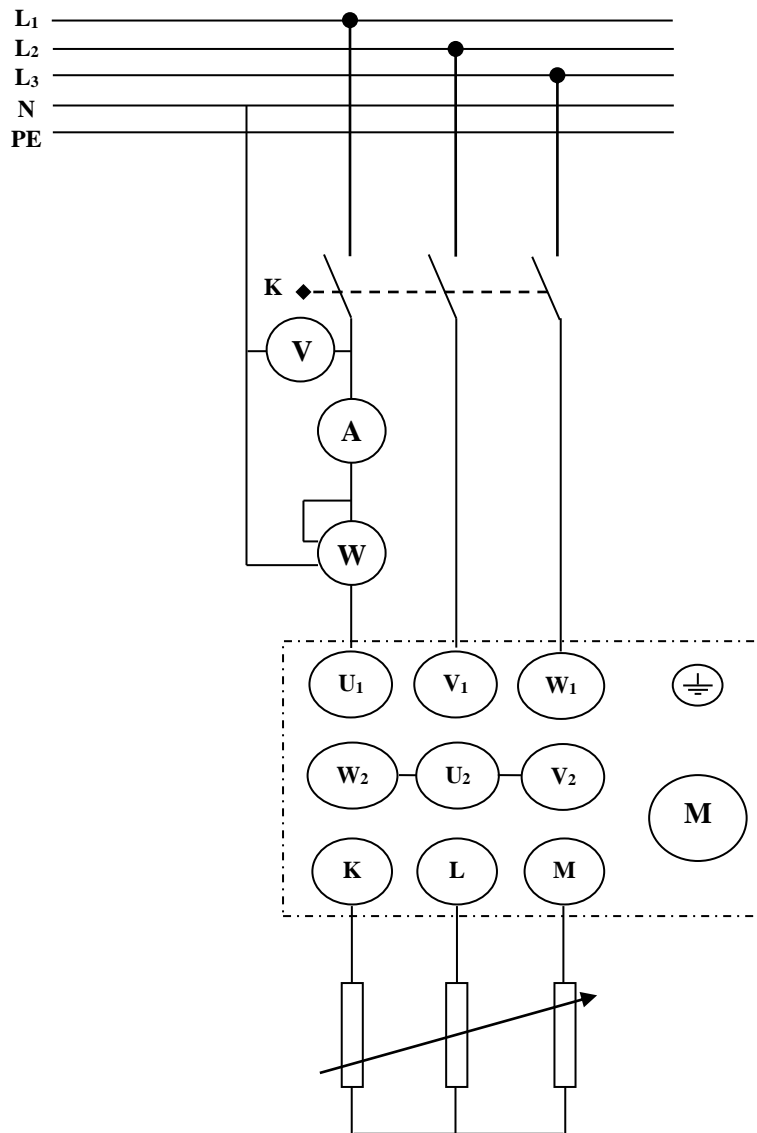

Fig. 6 : Montage utilisé
- Exécuter le montage de la figure 6;
- Exécuter le montage de la figure.6 ;